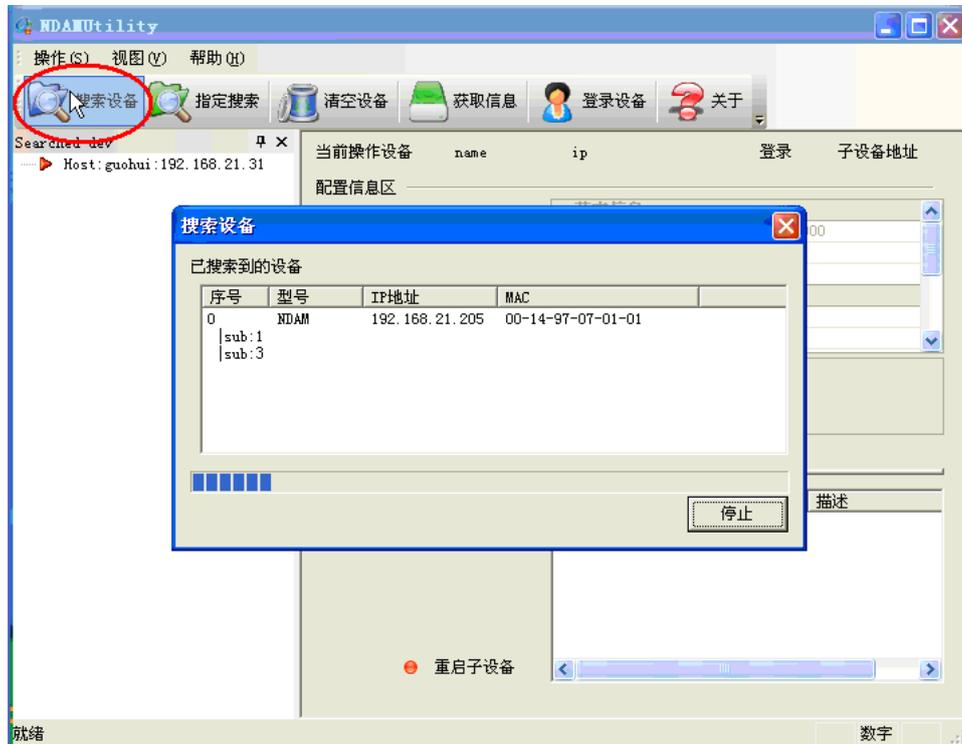

图 4.3 搜索设备
- ② 单击界面上的“搜索设备”按钮，进行设备搜索，如图 4.3 所示。